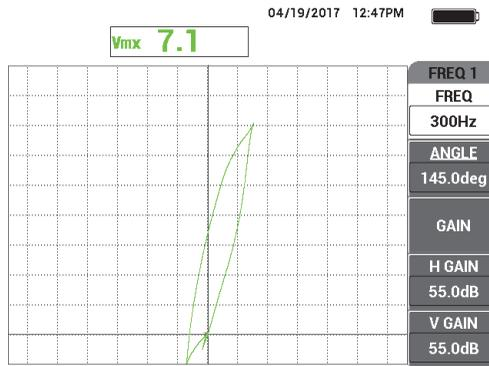

Figura 5-235 Il segnale di scansione dell'intaglio con perdita di spessore al 60%
2. Effettuare una scansione lenta solamente del difetto con perdita di spessore al 60% e premere il comando ERASE (cancella) dell'interruttore a pedale per cancellare la schermata. Quando il segnale di difetto è visibile sulla schermata del NORTEC 600, premere il tasto FREEZE (❄) [vedere Figura 5-235 a pagina 309].